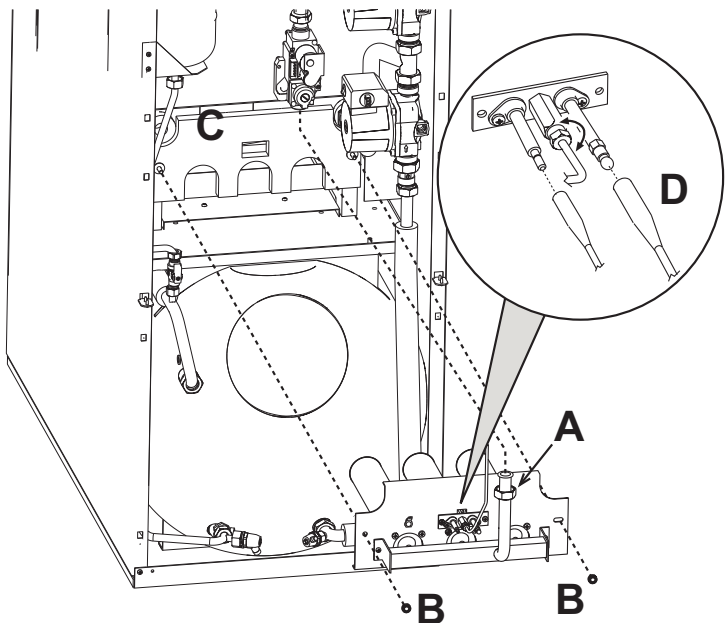

fig. 22 - Smontaggio bruciatori
- Svitare i due dadi "B" che fissano la porta della camera di combustione agli elementi in ghisa della caldaia (fig. 22)